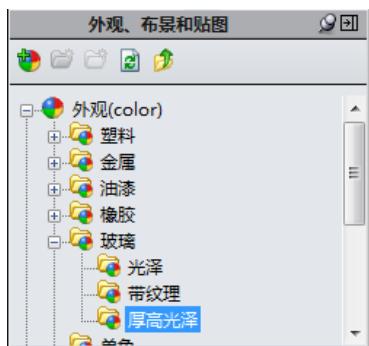

图 15-13 选择玻璃材料类型
- 06 单击【渲染工具】选项卡上的【编辑外观】按钮，在【外观、布景和贴图】任务窗中，依次展开【外观】|【玻璃】，单击选择【厚高光泽】，如图 15-13 所示。